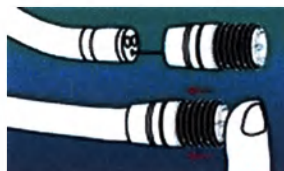

Рис.5
5. Аккуратно закрепите насадку с резиновыми кольцами на дистальном конце эндоскопа, при этом остерегайтесь соскальзывания резинок (рис.5).